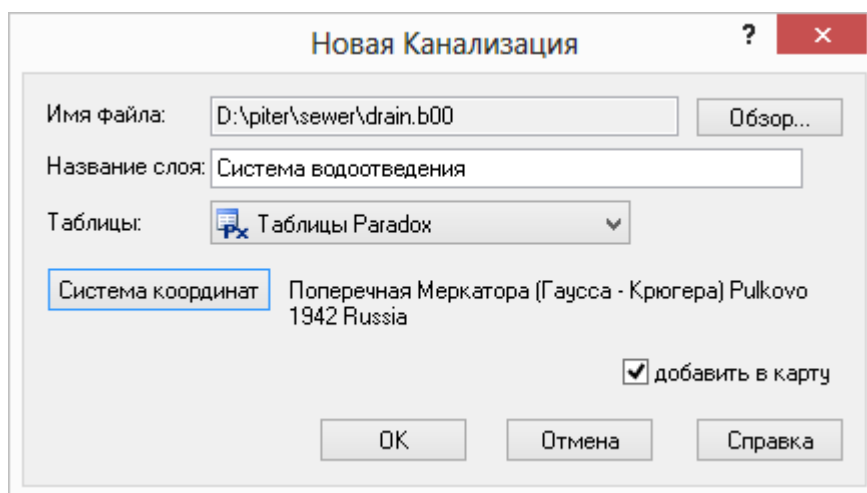

Рисунок 12. Ввод названия слоя
5. В окне новой системы канализации (Рисунок 12, «Ввод названия слоя»), в поле *Название слоя* введите пользовательское название слоя русскими символами, например Система водоотведения.